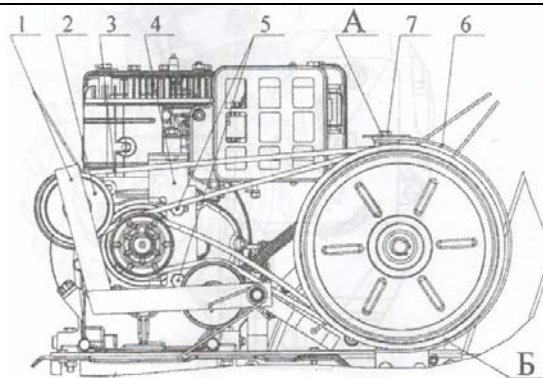

Рис. 10
- Отверните два болта 7 (см. Рис. 10), снимите кожух 6.
- Заведите ремень переднего хода 3 и заднего хода 4 в ручьи шкивов 1 и 6 (см. Рис. 1) и на шкивы переднего и заднего хода 2 (см. Рис. 10).
- Установите кожух шкива 6 и щиток 4, закрывающий ремни, зазор в зонах А и Б между ремнем и кожухом должен быть 2-3 мм (см. Рис. 10).